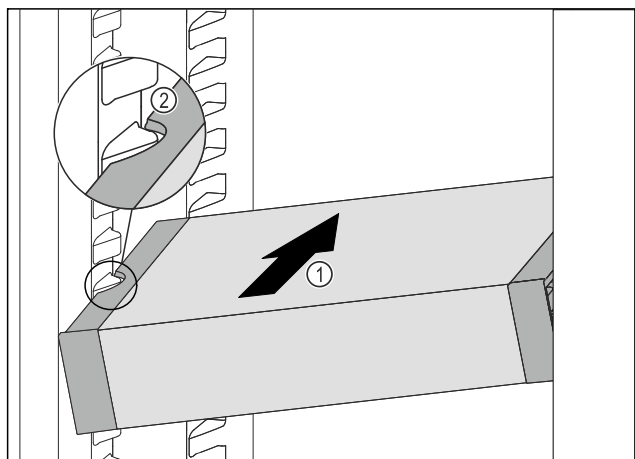

Fig. 92
- ▶ Inserire VarioSafe ad angolo nel vano frigorifero Fig. 92 (1), fino a quando le cavità laterali Fig. 92 (2) di VarioSafe non si trovano al livello della nervatura del contenitore nel vano frigorifero.